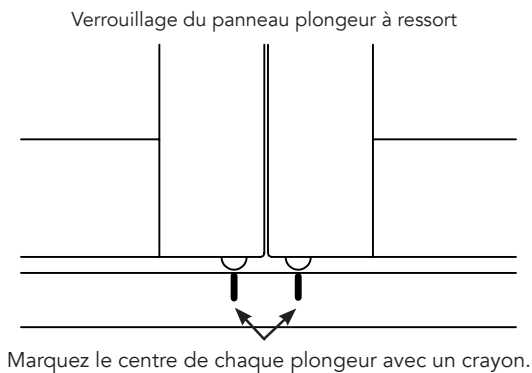

Fig. 9.1
- Une fois la persienne et les panneaux ont été installés, faites une marque sur le cadre avec un crayon pour montrer où se trouve le centre du plongeur de verrouillage du panneau. (Voir Fig. 9.1)